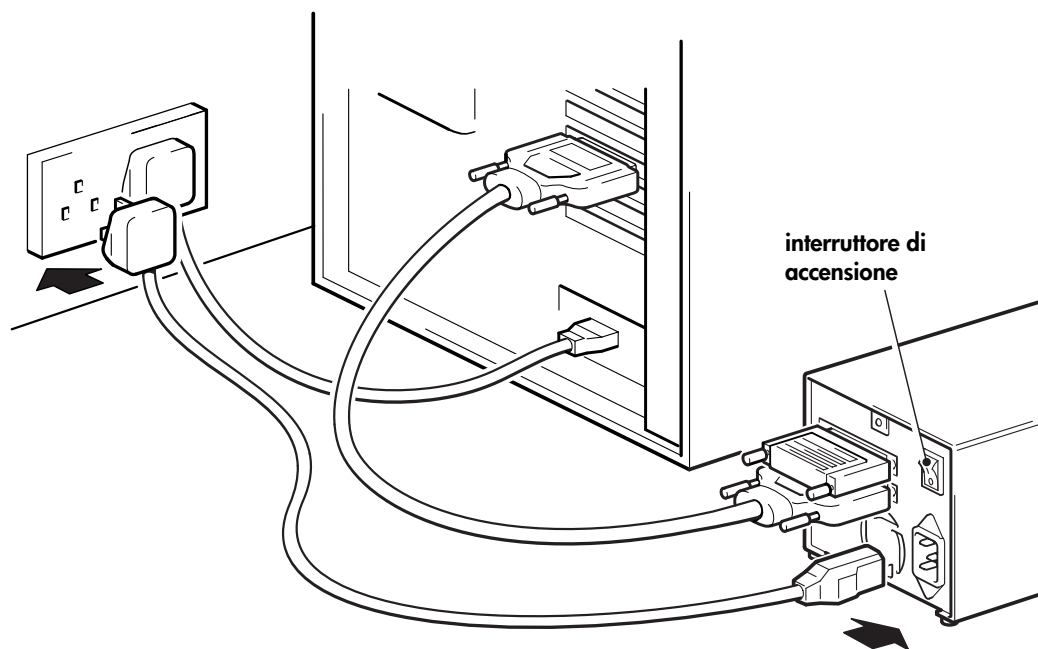

Figura 6: collegamento del cavo di alimentazione
- 2** Inserire saldamente il cavo di alimentazione nella presa posta sul pannello posteriore dell'unità (vedere la figura 6).